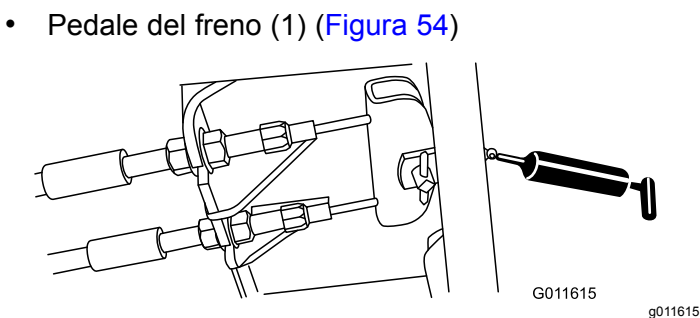

Figura 54
- Pedale del freno (1) (Figura 54)